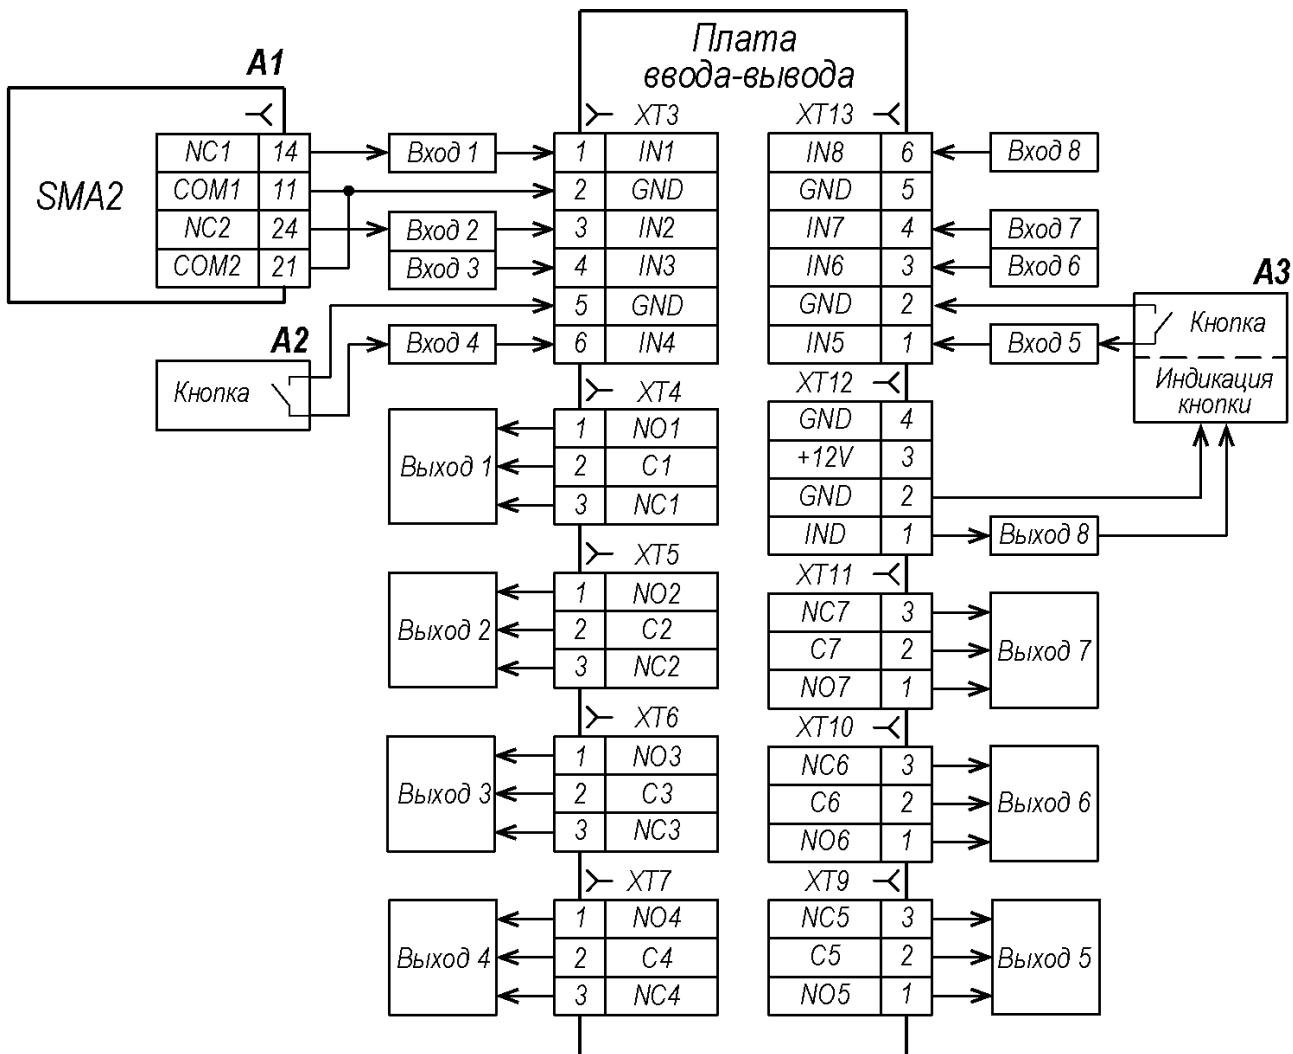

Рисунок 6. Схема подключения входов и выходов
Содержание монтажных операций дано с учетом рекомендаций, приведенных в разд. 8.1. Оборудование и инструменты, необходимые при монтаже, перечислены в разд. 8.2. Номера позиций указаны в соответствии с рис. 1 и 2. Расположение клеммных колодок на плате ввода-вывода (27) стойки показано на рис. 3, назначение контактов клеммных колодок указано в табл. 1. Схема подключения приведена на рис. 6. Используемые при подключении типы кабелей указаны в табл. 2.
- Подключите кабели от других устройств к соответствующим клеммным колодкам платы ввода-вывода (27) согласно схеме на рис. 6. Схемы подключения дополнительного оборудования приведены в разд. 8.7.
- Подключите кабель *Ethernet* (31) к свободному разъему коммутатора (22).
- Термостат вентиляции и обогрева (17) отрегулирован на производстве для работы в заявленном температурном диапазоне (см. разд. 2) и не нуждается в дополнительной настройке. В случае необходимости дополнительной регулировки с помощью синего (правого) терморегулятора устанавливается максимальная температура, при достижении которой будет включаться вентилятор (28) для охлаждения стойки, а с помощью красного (левого) терморегулятора – минимальная температура, при достижении которой будет включаться обогрев (20) стойки. При этом минимальную температуру включения обогрева